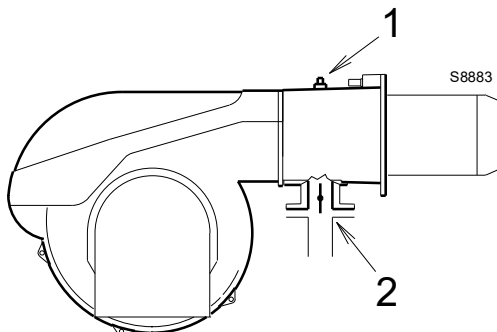

Fig. 23
Pression de gaz mesurée à la prise 1)(Fig. 23), avec :
- soustraire de la pression du gaz à la prise 1)(Fig. 23) la pression dans la chambre de combustion ;
$$\begin{aligned} \text{Pression du gaz à la prise 1)(Fig. 23)} &= 30 \text{ mbars} \\ \text{Pression chambre de combustion} &= 3 \text{ mbars} \\ 30 - 3 &= 27 \text{ mbars} \end{aligned}$$
Pour connaître la pression de gaz nécessaire sur la prise 1)(Fig. 23), une fois établie la puissance maximale à laquelle on veut faire fonctionner le brûleur :
Lire sur la droite, la pression à la prise 1)(Fig. 23).
Pression nécessaire à la prise 1)(Fig. 23).